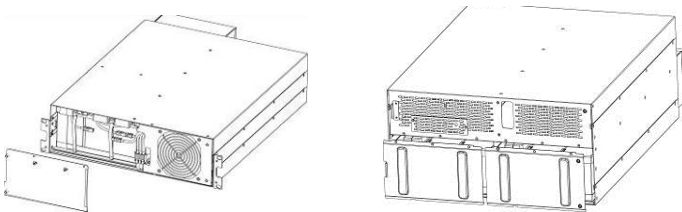

Abbildung 8: Batterieabdeckung der XANTO S 6000 und 10000
5. Entfernen Sie die Batterieabdeckung der Batterien (siehe Abbildung 8)